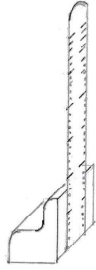

図7
- ③ハンマで軽く叩きながら、トースカンの針の高さをスケールスタンドの目盛りで150mmに合わせる。低くなりすぎた場合は反対側を叩いて、高さの調整を行う。トースカンの針先がスケールスタンドに付いたままで叩かない(図7)。